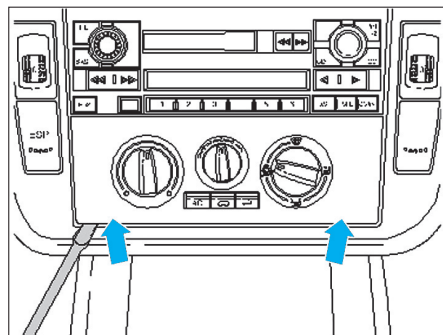

Fig. 58
- Dégrafer l'écran de l'appareil de commande de climatiseur à l'aide d'un tournevis et dégrafer l'embase avec précaution (Fig.58).